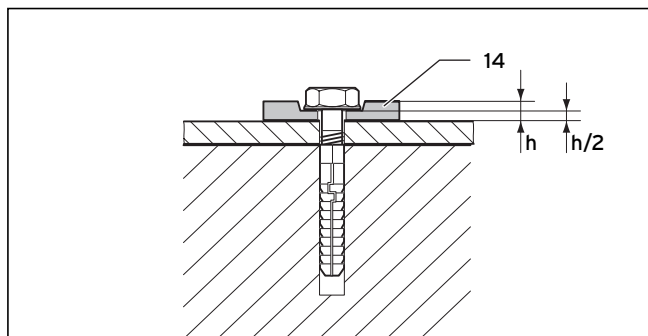

Рис. 5.43 Крепление гибкими подкладными шайбами
Обязательно используйте четыре гибких подкладных шайбы (14), чтобы можно было сбалансировать расширение материала. Спрессуйте подкладные шайбы на 50%, см. рис. 5.43.